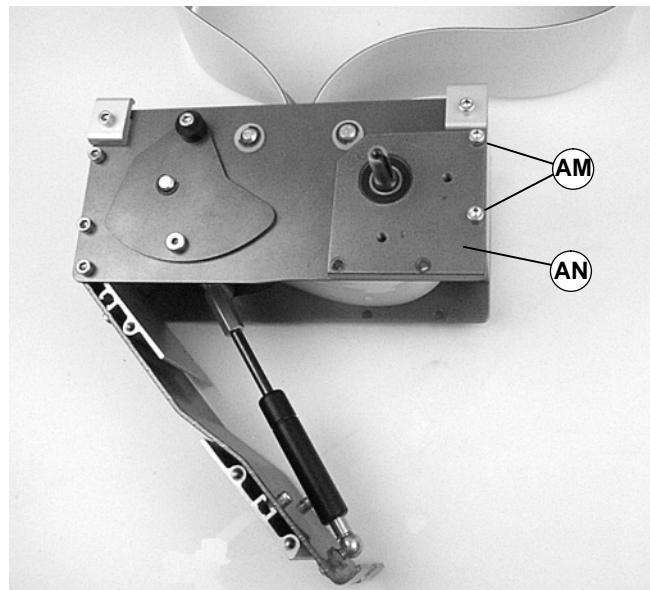
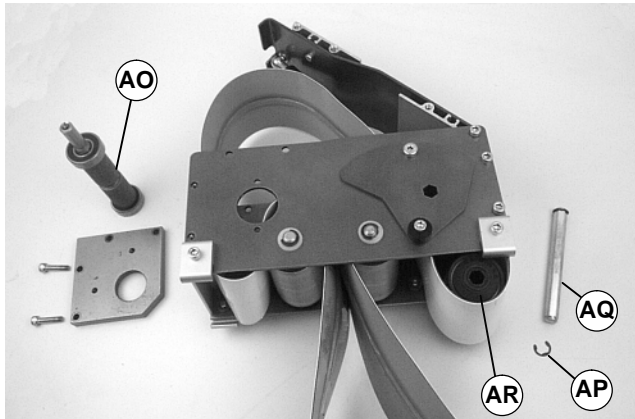
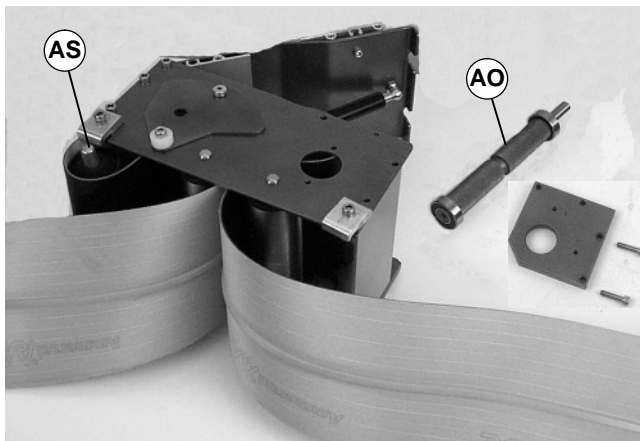

Abbildung 27
Abbildung 28
Abbildung 29
1. Die zwei (2) Schrauben (AM in Abbildung 27) entfernen. Die Spannplatte zum Antrieb entfernen (AN).
2. Die Antriebsrolle [AO siehe Abbildung 28, für 44 mm, 70 mm oder 95 mm breite Förderer] oder [AO siehe Abbildung 29] 127 mm oder breitere Förderer] abnehmen.
- Bei 44 mm, 70 mm oder 95 mm breiten Förderern den Sprengring (AP siehe Abbildung 28) abnehmen. Umlenkswelle (AQ) und Umlenkspindel abnehmen (AR).
- Bei 127 mm oder breiteren Förderern beide Seiten der gefederten-Welle eindrücken und Umlenkrolle abnehmen (AS siehe Abbildung 29).
3. Die Umlenkrolle mit Nut (AR siehe Abbildung 28 oder AS siehe Abbildung 29) in die Bandschleife legen und wieder in das Mittenantriebsmodul einsetzen. Siehe Abschnitt „Ausbau des Gurtes vom Mittenantriebsmodul“ und Schritt 3 auf Seite 11 in umgekehrter Reihenfolge ausführen.
4. Die Antriebsrolle (AO siehe Abbildung 28 oder 29) in die Bandschleife legen und wieder in das Mittenantriebsmodul einsetzen. Siehe „Abschnitt Ausbau des Gurtes vom Mittenantriebsmodul“ und Schritte 1 und 2 auf Seite 10 in umgekehrter Reihenfolge ausführen. Die Schrauben (AM siehe Abbildung 27) mit 9 Nm festziehen.